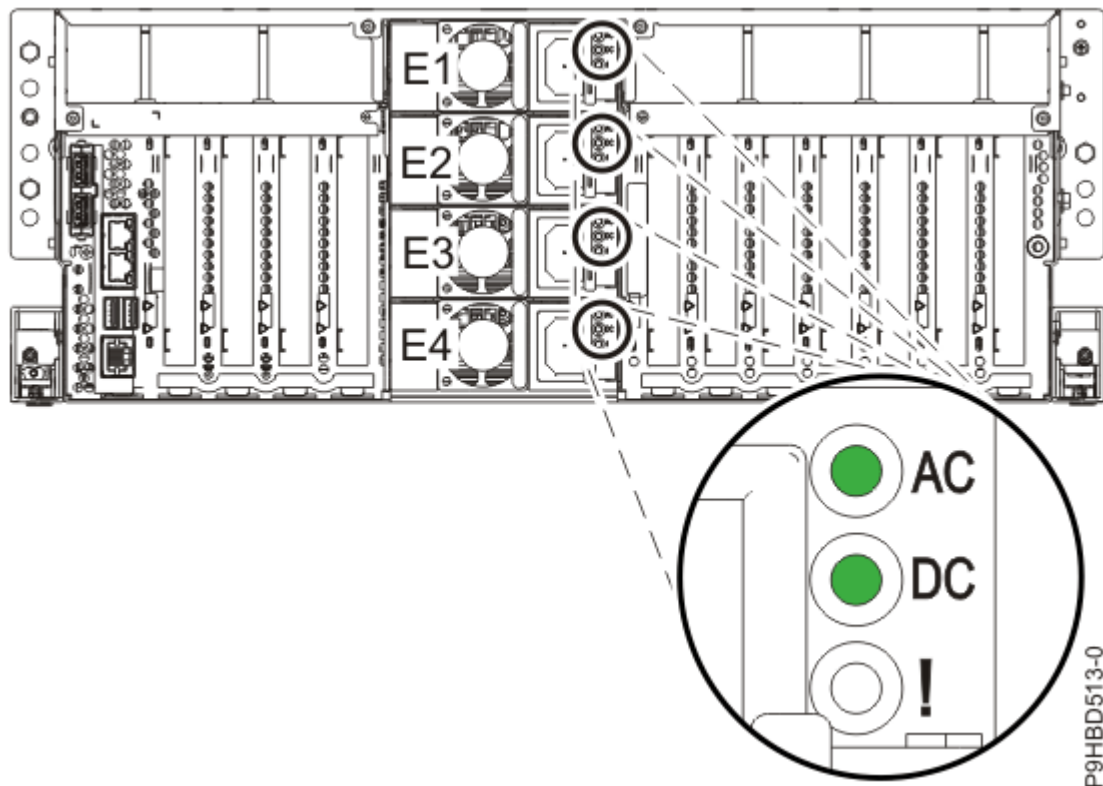
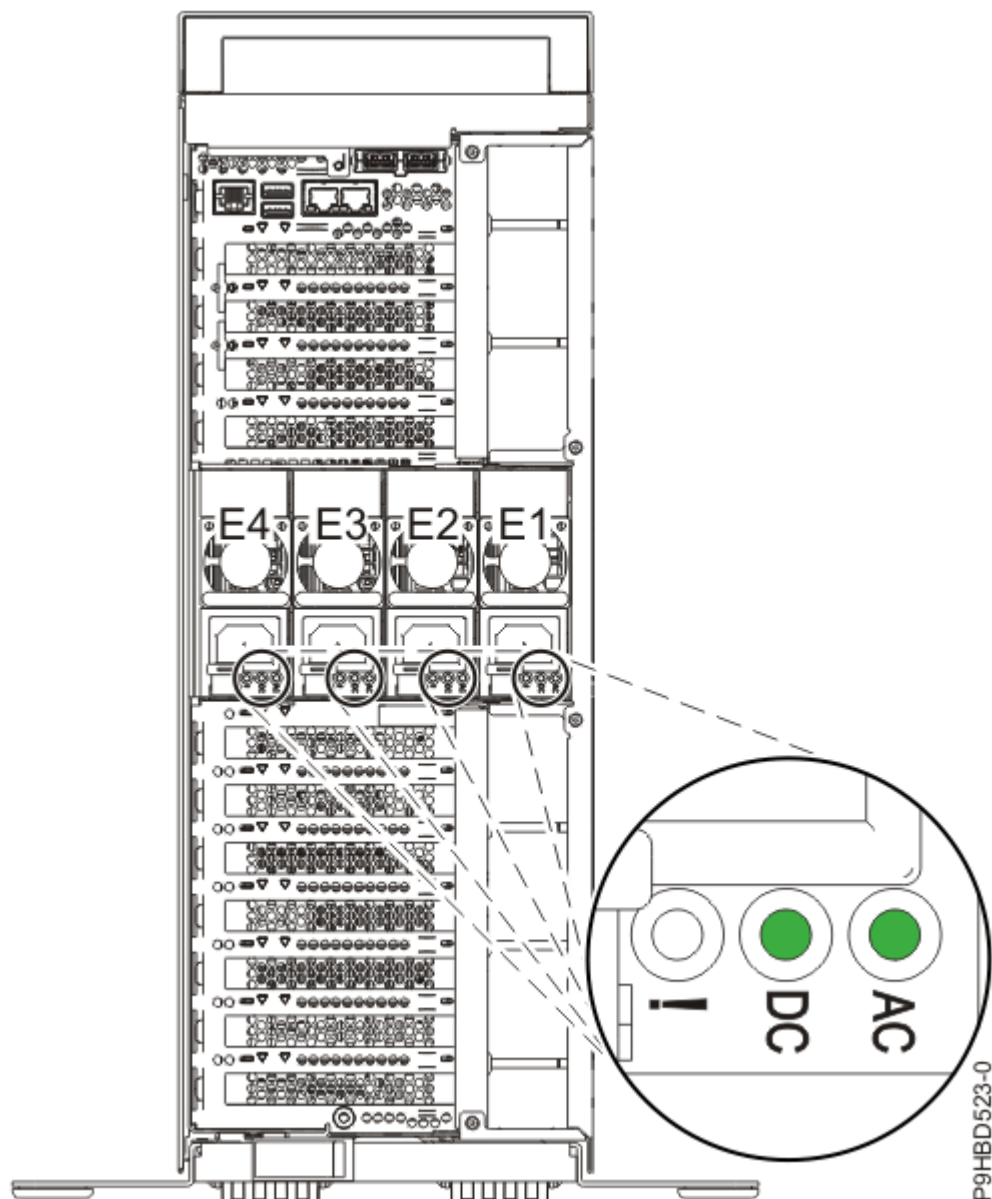

Figura 10. LEDs para uma fonte de alimentação em funcionamento, num sistema montado em bastidor
Figura 11. LEDs para uma fonte de alimentação em funcionamento, sistema autónomo
5. Preste atenção ao estado dos LEDs na fonte de alimentação substituída; consulte Figura 10 na página 12 ou Figura 11 na página 13.